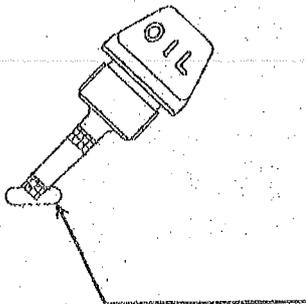
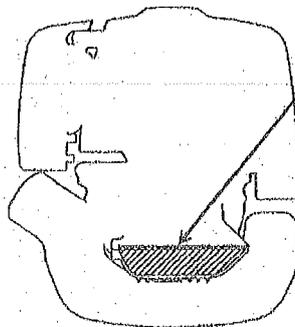

Fig. 1 – Si de l'huile adhère autour de l'extrémité, remettre de l'huile neuve
Fig. 2 – Limite supérieure (bord de l'orifice de remplissage d'huile)
Si la quantité d'huile restante est si faible que la jauge ne l'atteigne qu'à son extrémité, tout particulièrement si la jauge d'huile est restée en place dans le carter sans être vissée (Fig. 1), remplir avec de l'huile neuve jusque près de l'ouverture (Fig. 2).
(1) Maintenir le moteur horizontal et retirer la jauge d'huile.
(2) Remettre de l'huile jusqu'au bord de l'orifice de remplissage de l'huile (se reporter à la fig. 2 de la page précédente).